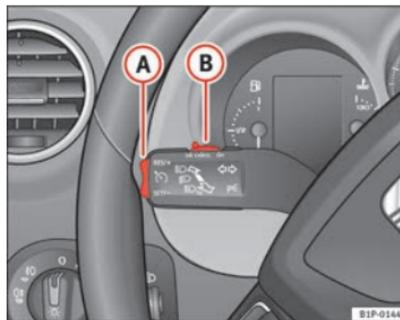

Fig. 133 Leva degli indicatori di direzione e degli abbaglianti: interruttore e tasto di comando del regolatore di velocità
- Premere la parte superiore del tasto **RES/+** ⇒ fig. 133 **A** per aumentare la velocità. La velocità sale finché si tiene premuto il tasto. Il sistema memorizza come parametro di riferimento la velocità raggiunta nel momento in cui si lascia andare il tasto.
Se si riduce la velocità schiacciando il pedale del freno, il regolatore si disattiva. Per riattivare il regolatore di velocità si deve premere una volta sulla parte superiore del tasto **RES/+** → fig. 133 **A**.